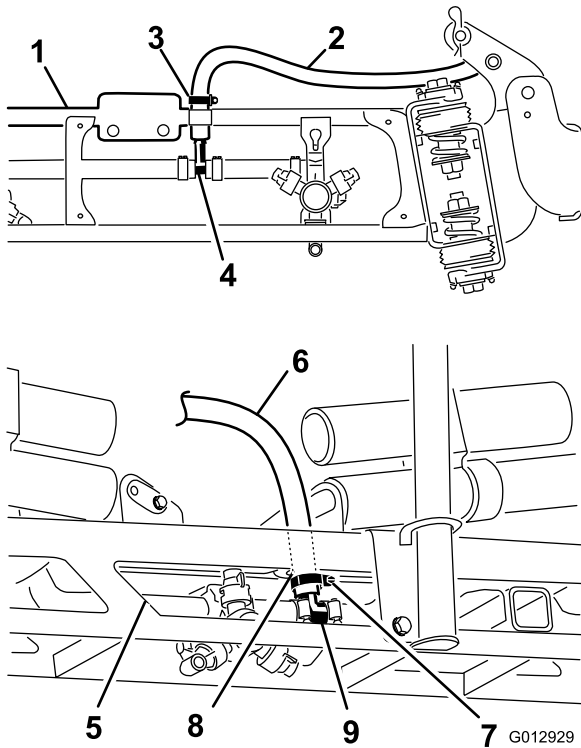

図 32
3. 左右のエクステンション・ブームのホース継手に石鹼水を塗る(図 32)。石鹼水を塗った継手にブーム・エクステンションを差し込み、クランプで固定する。
4. センター・ブームのT字継手のホース接続部図 32。
5. センター・ブームのホースをセンター・ブーム・アセンブリのハトメ付きの穴に通す。石鹼水を塗った継手にセンター・ブームの給水ホースを接続し、クランプで固定する図 32。